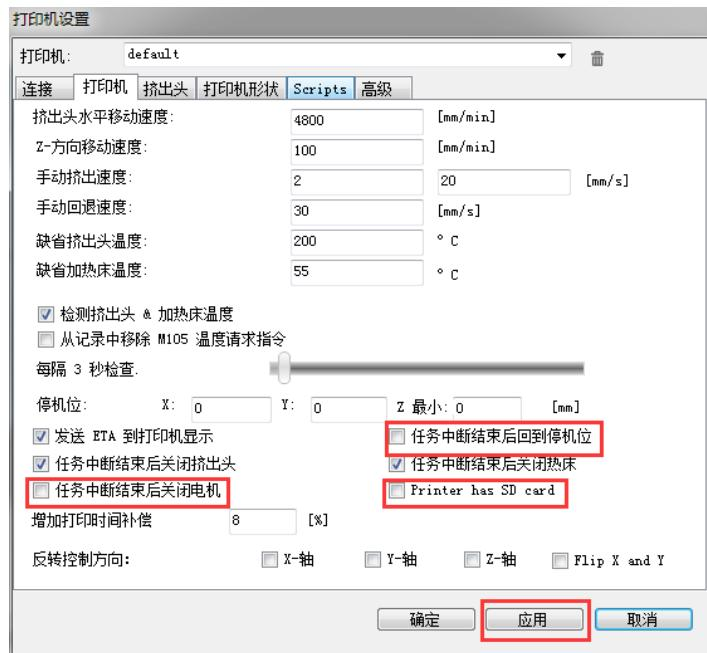

图 5.127 打印机设置
4. 在“打印机”页签取消图 5.127红框对应的选项，其余保持默认值即可。